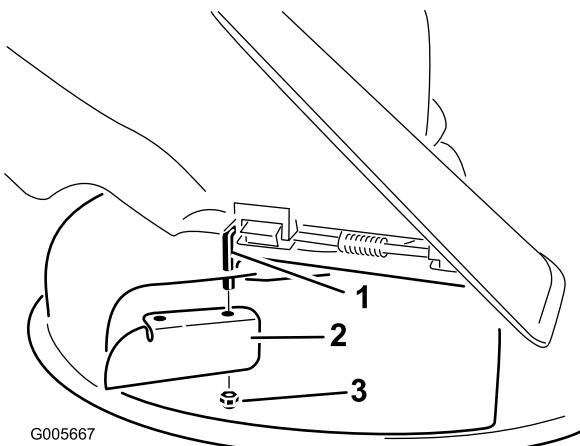

Figura 25
7. Instale la placa deflectora en la varilla de pivot (Figura 25).
3. Retire la placa deflectora de la carcasa de corte (Figura 25).